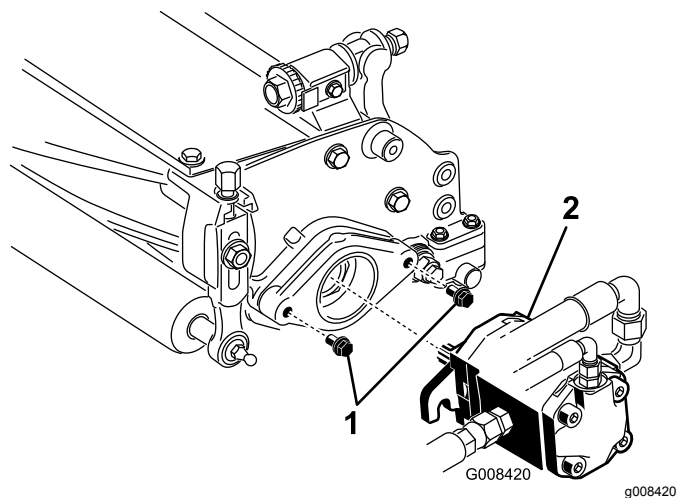

Рисунок 11
7. Убедитесь, что резьба каждого монтажного болта электродвигателя барабана выступает примерно на 13 мм (Рисунок 11).
8. Нанесите на шлицевый вал электродвигателя чистую консистентную смазку и установите электродвигатель, повернув его по часовой стрелке так, чтобы фланцы электродвигателя были отодвинуты от шпилек. Поверните электродвигатель против часовой стрелки так, чтобы его фланцы охватывали шпильки (Рисунок 11).
9. Затяните монтажные болты (Рисунок 11).